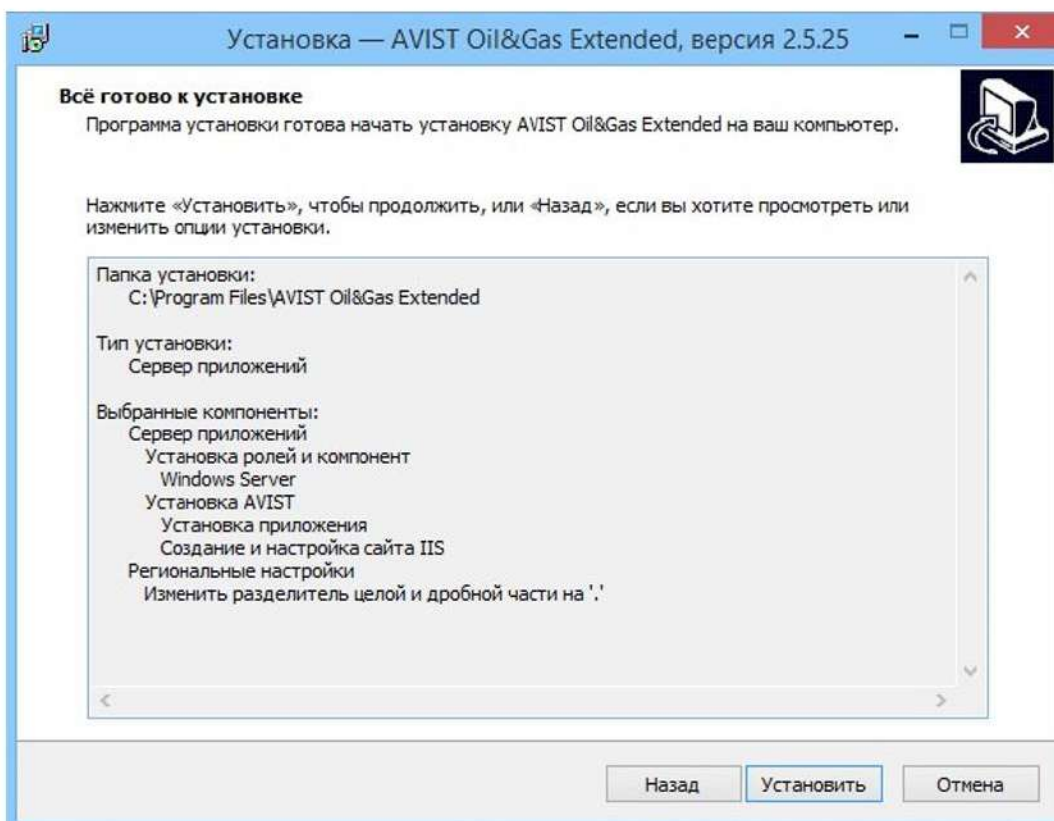

Рисунок 38 - Запуск установки AVIST Oil&Gas Extended
10) Следующее окно отображает тип установки, выбранные компоненты установки и директорию установки. Для запуска установки нажать кнопку «Установить», для изменения или просмотра опций установки нажать кнопку «Назад» (Рисунок 38).